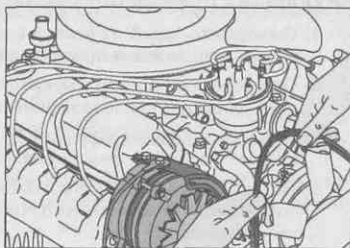

Рис. 14.14. Снимите старый ремень
4. Снимите старый ремень со шкива (рис. 14.14).